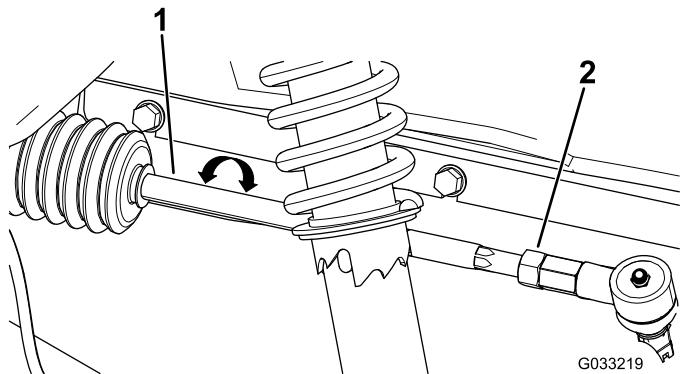

Figura 13
2. Si la distancia no es de entre 0 y 6 mm, afloje las contratuerças en el extremo exterior de las bielas (Figura 13).